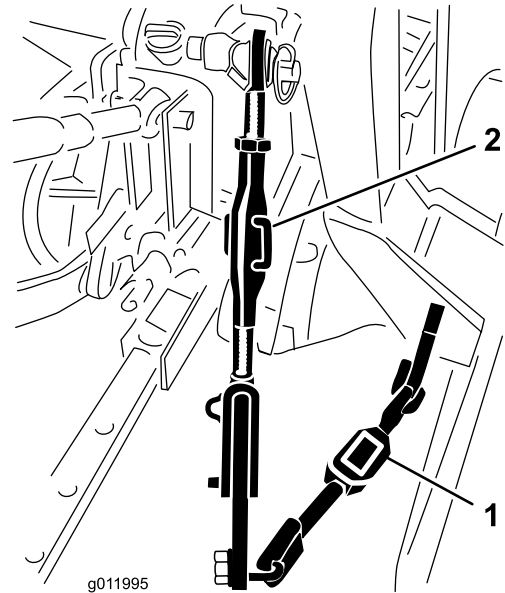

図 8
1. 下リンクを機械内側に向けて調整して、プロアの取り付け板に接触させる 図 8。
2. 調整リンクボディが付いている場合は、これでリンクアームの上下調整を行ってプロアを左右水平にする 図 8。